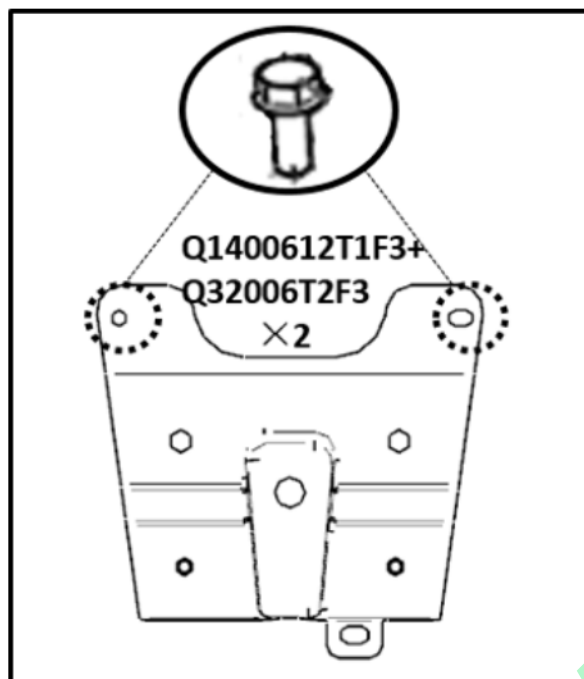

图 1.6.14 副仪表板后部安装支架总成的拆卸
- (1) 用10号六角套筒将固定副仪表板后部安装支架的四个螺栓(Q1400820T1F3六角头螺栓和Q32006T2F3六角法兰面螺母组合件)松开并取出。如图1.6.14所示;
- (2) 安装与拆卸顺序相反。